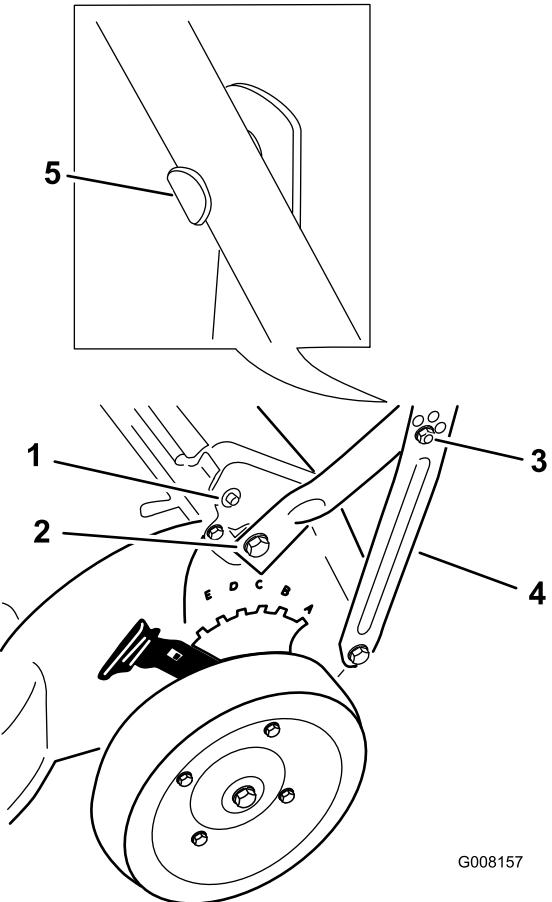

Figure 3
3. Fixez les supports de guidon avec 2 boulons à tête ovale et fixez-les avec 2 contre-écrous serrés à la main (Figure 3).
4. Alignez les têtes de boulons sur le guidon, comme illustré à la Figure 3 ; maintenez ensuite les têtes dans
Remarque: Fixez le serre-câble aussi bas que possible sur le guidon pour éviter que le(s) câble(s) ne s'accroche(nt) à la tige de volet arrière et ne gêne(nt) le système d'autotraction (Figure 3).